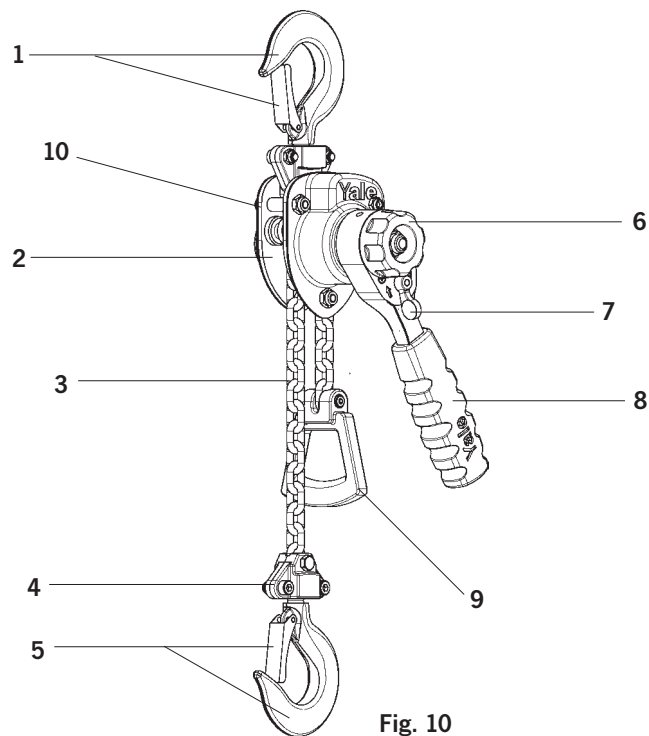

Fig. 10
Schalthebel (Fig. 10) in Neutralstellung bringen. Die Kette kann in beide Richtungen gezogen und der Lastkettenstrang schnell auf Vorspannung gebracht werden.
Schalthebel in Richtung Heben, ↑ stellen und einrasten lassen (Fig. 10).
Schalthebel in Richtung Senken, ↓ stellen und einrasten lassen (Fig. 10).
- Do not use the chain stop as an operational limit device (Fig. 10).
The chain stop must be connected to the free (idle) chain strand (Fig. 10).